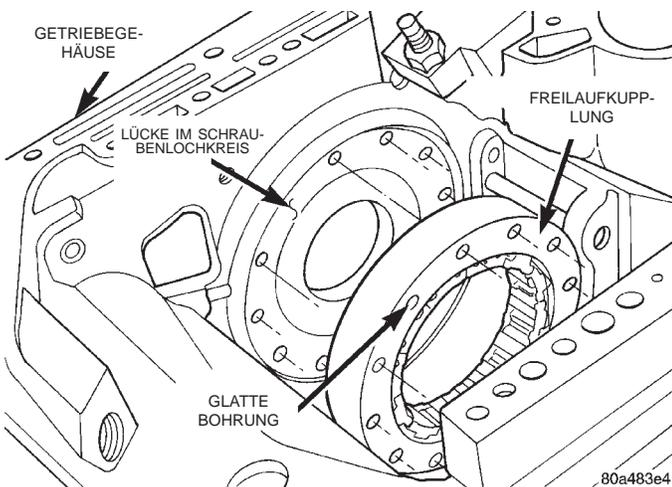

Abb. 93 Klemmring der Freilaufkupplung ausrichten
(5) Schraubenlöcher im Klemmring der Freilaufkupplung prüfen. Eine dieser Bohrungen besitzt **kein Gewinde** (Abb. 93). Diese Bohrung muß mit der Lücke im Schraubenlochkreis des Getriebegehäuses zur Deckung gebracht werden.